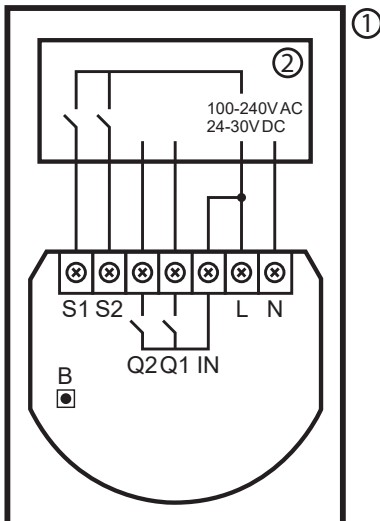

Figura 1: Ejemplo de conexión de DoubleSmart-Control
2. Conecte como se muestra en la Figura 1.